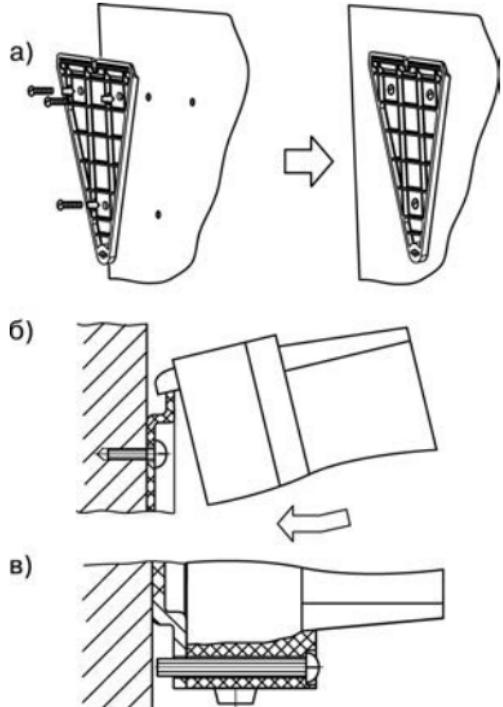

Рисунок 5.1 - Монтаж прибора настенного крепления
2. Зацепить крепежный уголок на задней стенке прибора за верхнюю кромку кронштейна (рисунок 5.1, б)
3. Прикрепить прибор к кронштейну винтом M4 × 35 из комплекта поставки (рисунок 5.1, в).